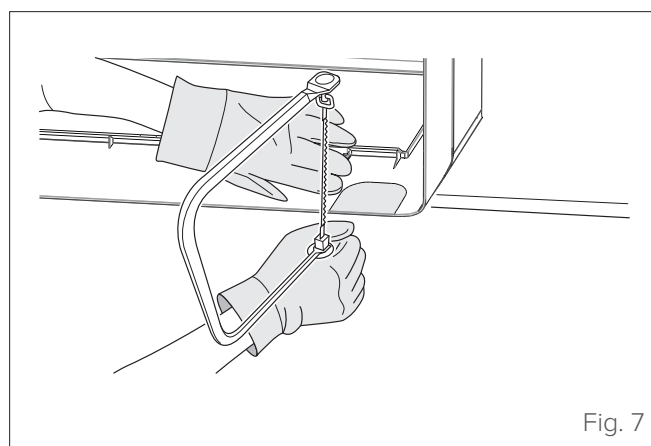

Fig. 7
- 2 Si le trou mural se trouve derrière l'unité, il faut laisser le panneau prédécoupé en place. Si le trou mural se trouve sur le côté de l'unité interne, il faut retirer le panneau en plastique prédécoupé du côté de l'unité à l'aide d'une scie à découper (voir « Fig. 7 »).